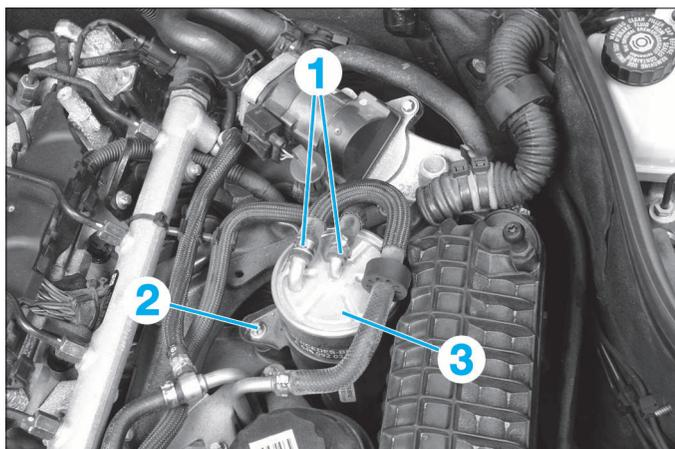

FIG. 51
- Ouvrir les colliers des durits (1) (Fig.51).
- Désaccoupler les durits (1).
- la vis (2).
- le filtre (3) avec son support.